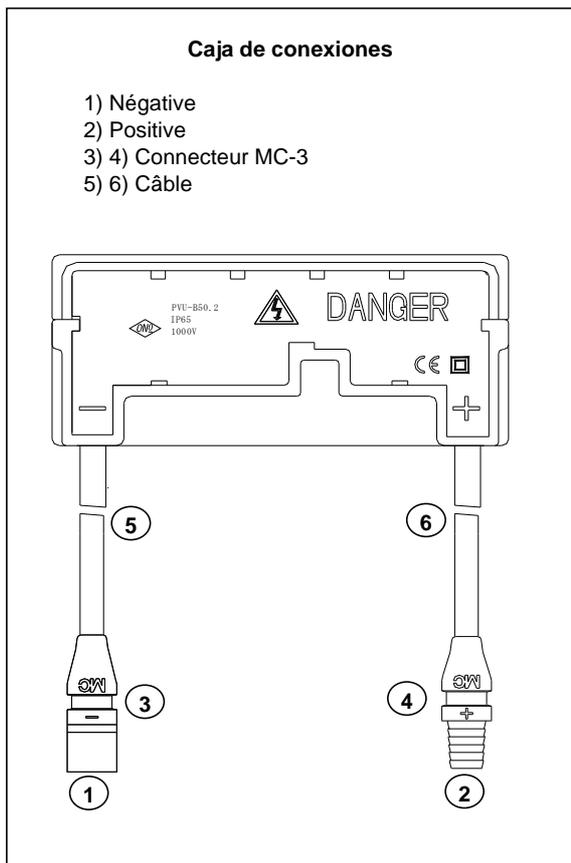

Figure 3: Boîte de connexion
- Une borne est dédiée à chaque polarité (avec les symboles de polarité gravés sur le corps de la boîte de connexion) (voir la Figure 3).